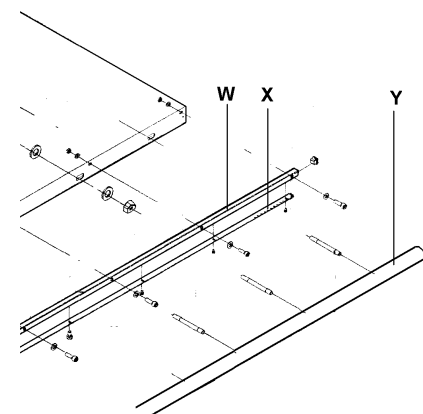

Рис. 4
Отрегулируйте рейку (X, Рис. 4) таким образом, чтобы она вошла в зацепление с шестерней (Y) (с небольшим зазором).